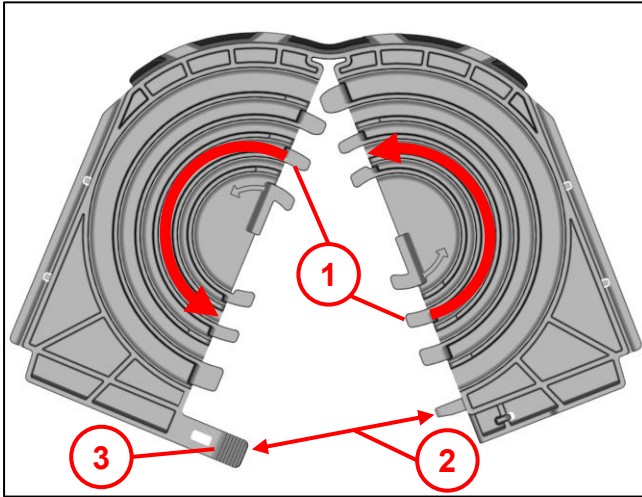

Abb. 25
- Den benötigten Rohrdurchmesser mit geeignetem Werkzeug am Sollbruch öffnen. (Siehe Abb. 25)